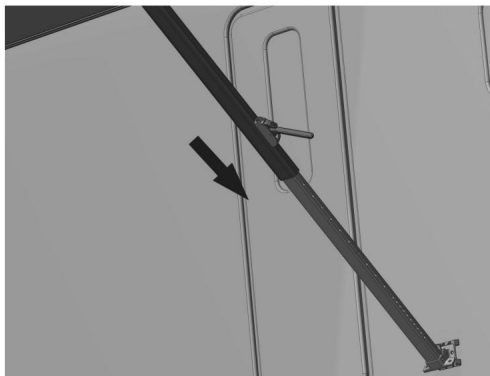

Figura D14
4.2.3 Levante el pestillo del brazo y presione hacia abajo el cabezal de bloqueo para retraer los brazos de soporte. Consulte la (Figura D14).